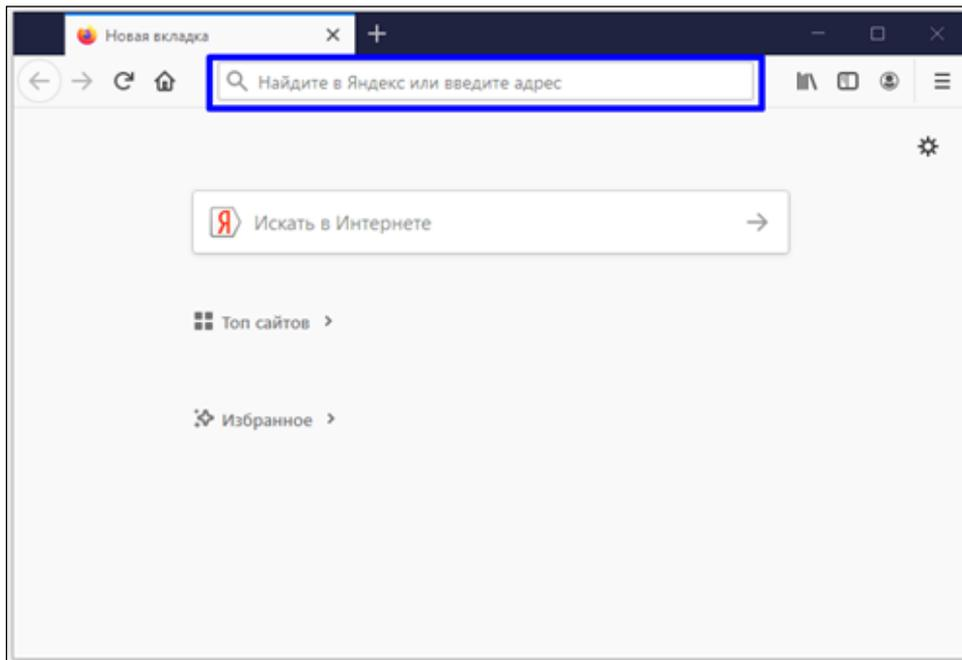

Рисунок 1 – Окно браузера и домашняя страница
- запустите браузер, например, "Пуск" – "Все приложения" – "Firefox". Отобразится окно браузера и домашняя страница (рисунок 1).